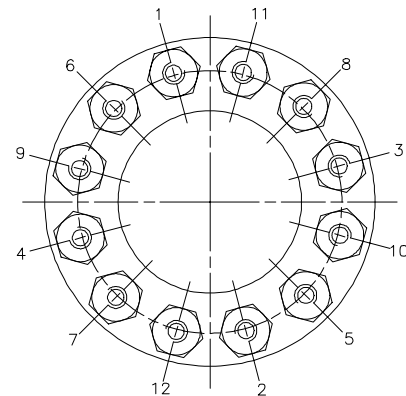

Figura 1
d) Introduza os prisioneiros e comece o aperto das porcas. A figura 1 mostra a sequência de aperto das porcas em um flange com 12 prisioneiros. Os torques definidos não devem ser aplicados de uma só vez. A sequência da figura 1 deve ser repetida várias vezes, aumentando-se de maneira gradual e uniforme o torque nos prisioneiros, até que seja atingido o valor recomendado. Os flanges devem estar perfeitamente alinhados entre si. Não tente corrigir os desalinhamentos entre flanges, forçando a tubulação ou apertando excessivamente as porcas.